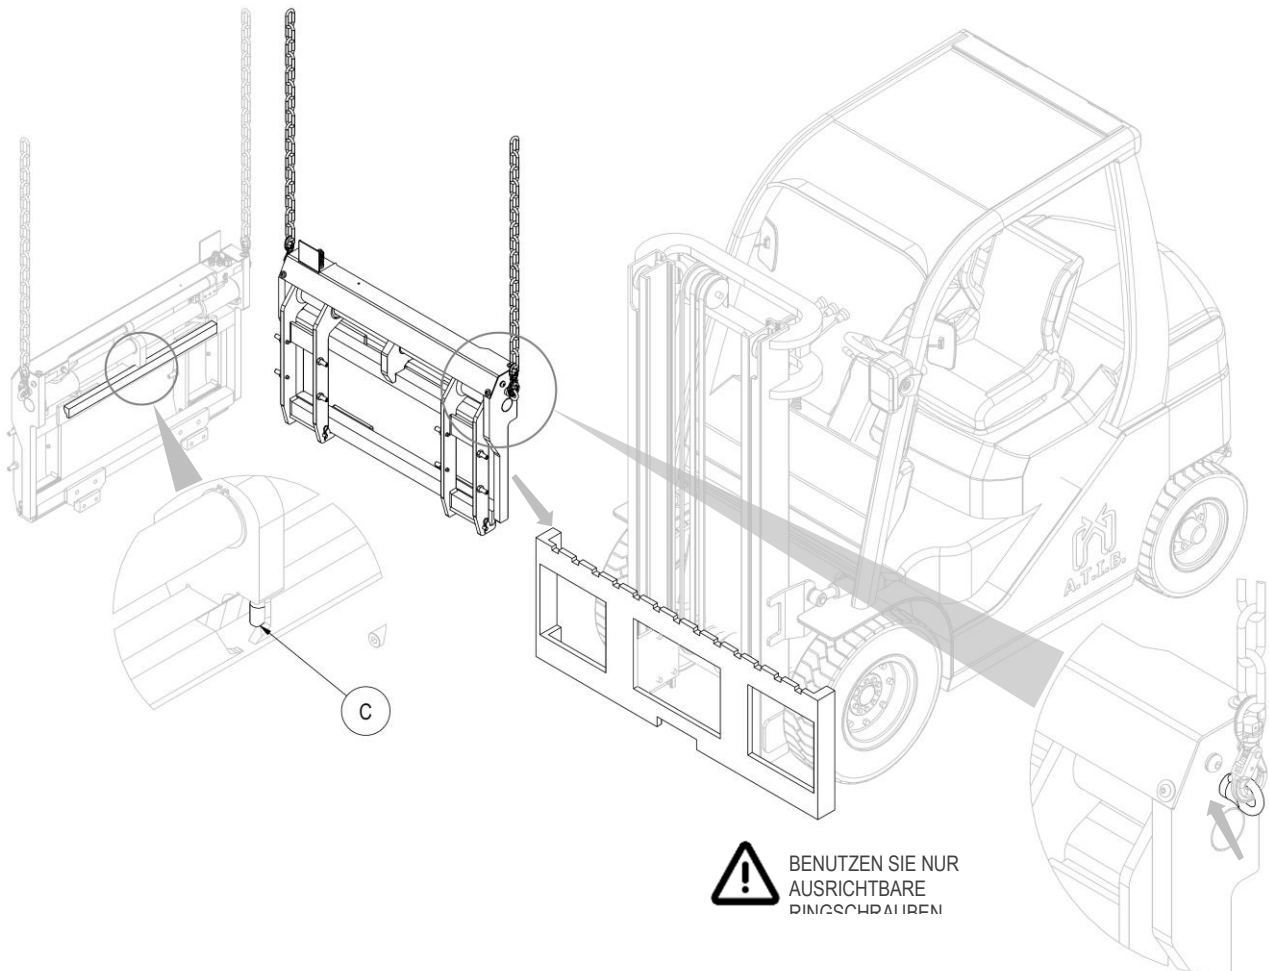

Abbildung 7
5. Zum Bewegen dürfen ausschließlich ausrichtbare Ringschrauben genommen werden, die in die dafür vorgesehenen Seitenlöcher geschraubt werden (siehe *Abbildung 7*).
6. Schlagen Sie das Gerät an den Ringschrauben an und setzen Sie es mit einem Brückenkran oder Flaschenzug mit ausreichender Tragfähigkeit auf den Gabelzinkerträger. Der Zentrierzahn **C** muss in die mittlere Kerbe einrasten (siehe Detail *Abbildung 7*).